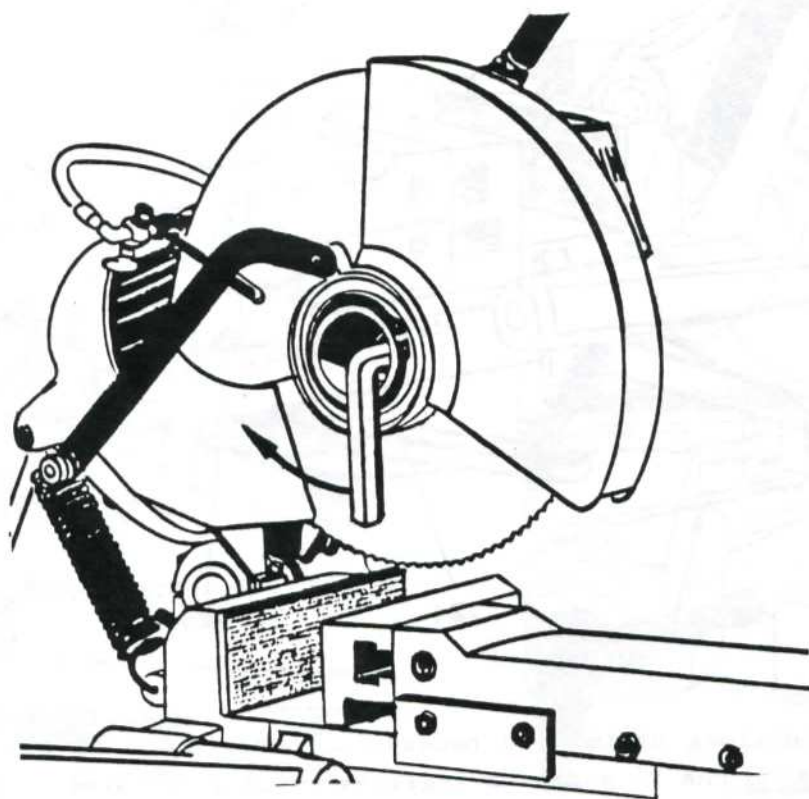

FIG. 8
FRIZIONE (FIG. 8)
CLUTCH (FIGURE 8)
EMBRAYAGE (FIG. 8)
KUPPLUNG (ABB. 8)
To disassemble the head rotor, it is necessary to remove the three nuts (66). Lock the clutch (see figure 8). Then withdraw the rotor (75) by turning sharply anticlockwise the saw holder shaft with spanner (108)
Pour démonter le rotor (75) de la tête (45), il est nécessaire d'enlever les 3 écrous (66). Bloquer l'embrayage (voir figure 8). Sortir le rotor (75) en faisant tourner avec force l'arbre porte scie vers la gauche à l'aide de la clé (108)
Ausbau des Rotors (75) und der Saegespindel (45). Man entfernt zuerst die 3 Muttern (66). Danach wird die Getriebekupplung fest angezogen gemass (Abb. 8). Man dreht mit dem Schluessel 108 die Saegespindel kraeftig nach links und zieht gleichzeitig den Rotor heraus.